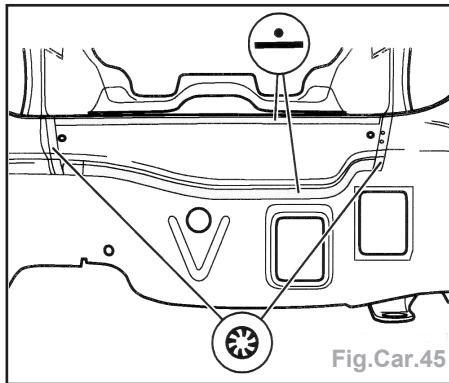

Fig.Car.45
- Soudure ponctuelle de la tôle de fermeture centrale (Fig.Car.45).